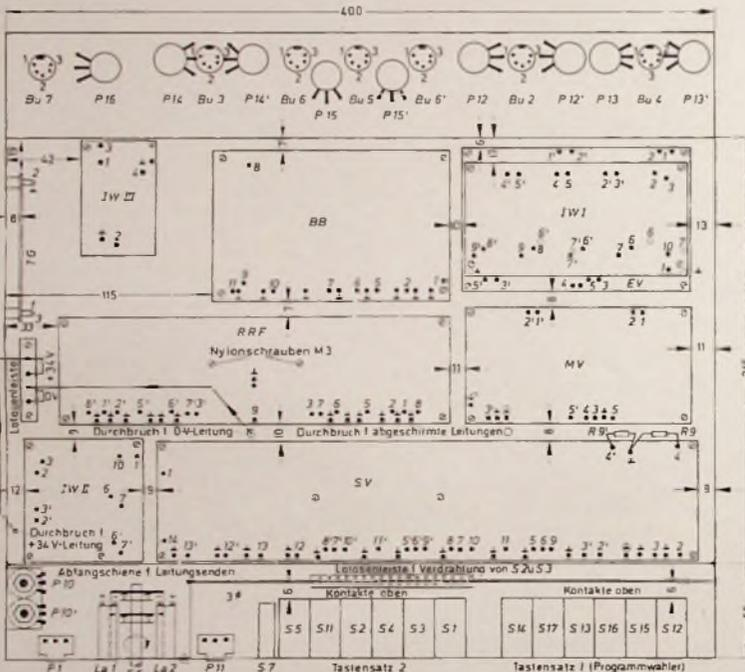
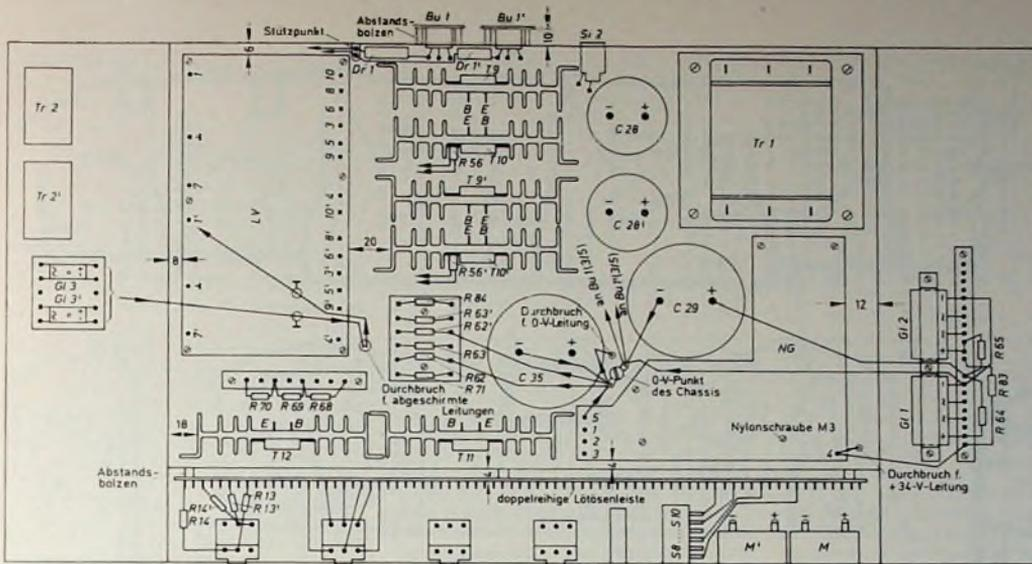

Bild 16. Anordnung der Baugruppen und Bauelemente an der Chassisunterseite
Bild 20. Anordnung der Baugruppen und Bauelemente an der Chassisoberseite (linke und rechte Seitenwand sind nach außen geklappt dargestellt)
Aus dem Bild 16 ist ersichtlich, wie die Baugruppen und Bauelemente auf der Chassisunterseite (Vorstufen-Kammer) untergebracht sind. Die angegebenen Abstände zwischen den Printplatten sind als Richtwerte anzusehen. Abweichungen um 1...2 mm spielen keine Rolle; es sollte aber so viel Platz zwischen den Printplatten bleiben, daß die Verdrahtung ihrer Anschlüsse keine Schwierigkeiten bereitet. Lediglich die
Bild 20 zeigt die Anordnung der Baugruppen und Bauelemente auf der Chassisoberseite (Leistungsstufen-Kammer). Auch hier sind die angegebenen Abstände zwischen den Baugruppen beziehungsweise Bauelementen als Richtwerte aufzufassen. Die Buchsen Bu1 und Bu1' sind keine Normbuchsen für Lautsprecherausgänge, sondern fünfpolige Stereo-Buchsen. Diese geben bei Parallelschaltung von jeweils zwei Anschlüssen einen sichereren Kontakt als die üblichen Normbuchsen. Selbstverständlich können sie auch durch Normbuchsen ersetzt werden. Bu1 und Bu1' sind im Mustergerät mit Distanzstücken 10 mm nach außen gesetzt. Diese Maßnahme war notwendig, weil für C35
Im Bild 20 ist neben dem Elektrolytkondensator C 35 der 0-V-Punkt des Chassis eingezeichnet. An diesen Punkt führen alle 0V führenden Leitungen des Netzgerätes (Minuspol von G11 und G12, Minuspol von C 29 und C 35 sowie Punkt 5 der Printplatte NG). Er ist der einzige Punkt, der das Chassis mit der Schaltung verbindet. Von hier aus führen die 0-V-Versorgungsleitungen sternförmig fort (s. die Pfeilrichtungen der 0-V-Leitungen im Bild 20). Im Bild 16 führt die 0-V-Leitung zu einer Lötösenleiste. Von hier verzweigt sich die Leitung folgendermaßen:
Die im Bild 20 den Potentiometern P 2 bis P 5 und dem Tastensatz 3 gegenüberliegende doppelreihige Lötösenleiste dient zur Verdrahtung dieser Bauelemente, wie es am Beispiel von P 3 dargestellt ist. Die für den Tastensatz 3 bestimmten abgeschirmten Leitungen enden ebenfalls an dieser Leiste. Die Verbindungen zum Tastensatz werden mit nichtabgeschirmtem Schalldraht hergestellt. Dies ist von Vorteil, da die Kontaktfahnen dieser senkrecht stehenden Schalter ungünstig zu erreichen sind. Zweckmäßigerweise verdrahtet man den Tastensatz 3 durch die 38 mm-Bohrungen für die Meßinstrumente in der Frontseite des Verstärkergehäuses. Die Widerstände R 85 bis R 92 der Meßeinrichtung sind freitragend ohne Stützpunkte am Schalter S 6 angelötet. An den großen Kühlkörpern der Leistungstransistoren sollten keine Schalldrähte oder Schalllitzen anliegen, da deren Isolation durch die Wärmeentwicklung dieser Kühlkörper (bei voller Ausgangsleistung) beschädigt werden kann.
Von der Lötösenleiste (Bild 16) über TG (3) nach IW III (3);